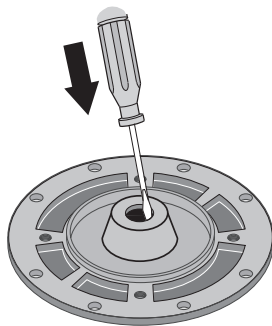

FIGURE 15 – RETIRER EN APPUYANT SUR LE JOINT
5. Placez la plaque d'étanchéité, face vers le bas, sur une surface plane et enlevez la moitié de la face stationnaire du joint en appuyant dessus (figure 15).